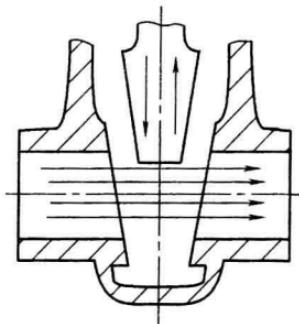

图 1-2 闸门形
2) 闸门形：关闭件沿着垂直于阀座的轴线方向移动，如图 1-2 所示。